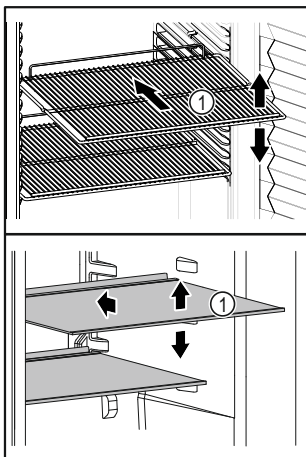

Fig. 62 Beispielhafte Darstellung
- Wenn Ablageflächen Fig. 62 (1) versetzbar sind, Ablageflächen je nach Höhe anpassen.